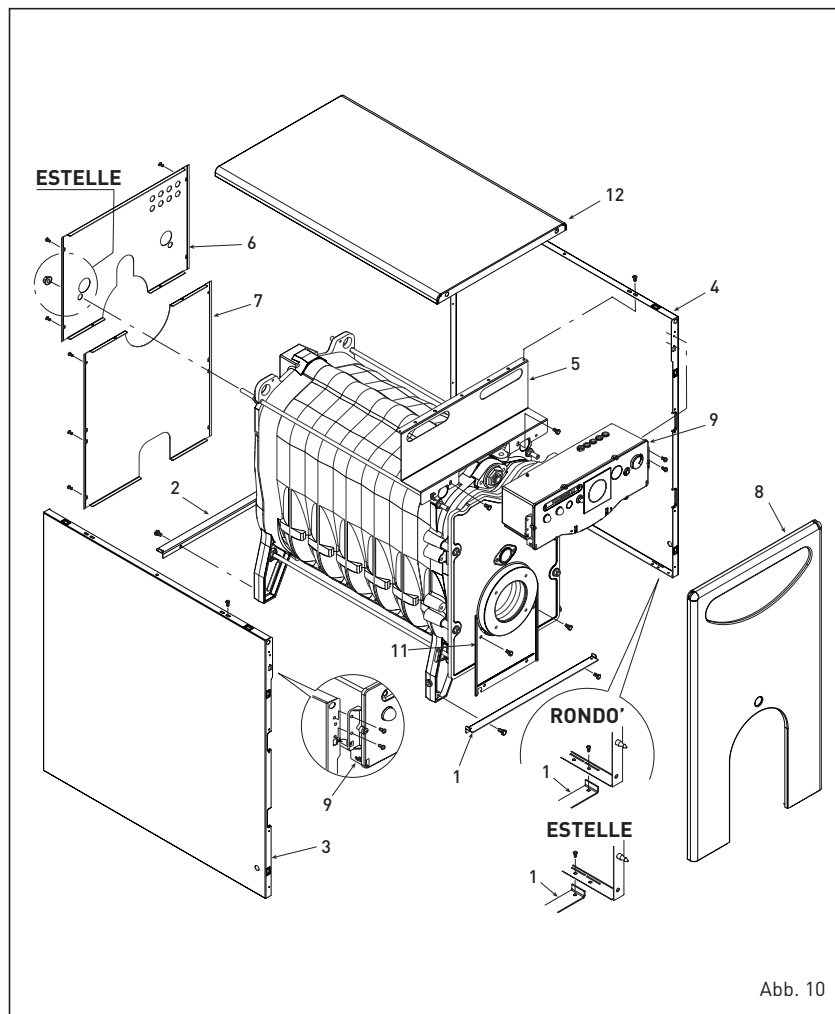

Abb. 10
3.3.3 Demontage Mantel (Abb. 10)
Die Demontage der Bauteile des Kesselmantels muss folgendermaßen vorgenommen werden (Abb. 10):